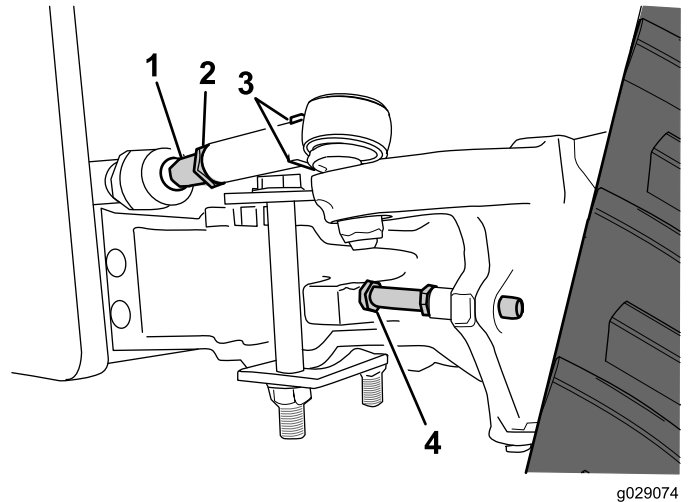

Figura 21
- Coloque una llave en las superficies planas de la terminal de tracción (Figura 21).
- Utilice una segunda llave para aflojar la tuerca de bloqueo (Figura 21).
- Mueva la segunda llave a las superficies planas del ajustador roscado (Figura 21) y gire el ajustador roscado hacia adentro o hacia afuera hasta que las orugas queden aproximadamente paralelas.
- Ajuste el limitador de dirección (Figura 21) según sea necesario para evitar que la oruga interfiera en la máquina.